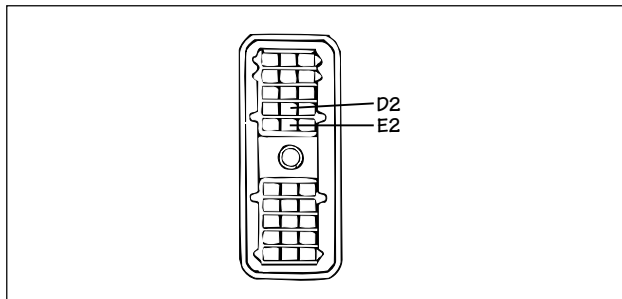

FIG. 6
5. Localice las Patillas E2 y D2 en el Conector de Interfaz del Vehículo. Conecte el cable rojo del embrague a la patilla E2, y el cable azul del embrague a D2 (observe la Fig. 6). Si las patillas no se encuentran en la armazón del conector, tendrán que ser añadidas.